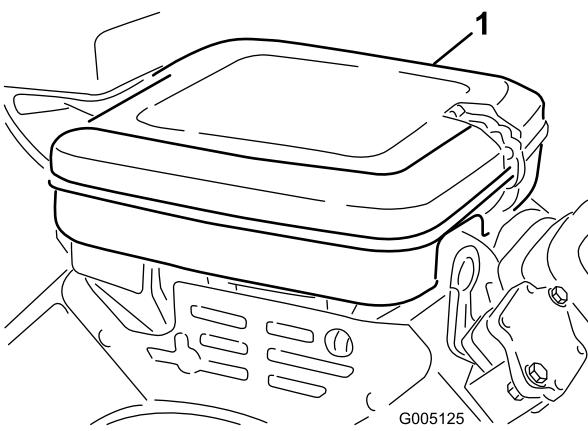

Figura 47
- Abra los enganches y retire la tapa del limpiador de aire (Figura 47). Limpie a fondo la cubierta.